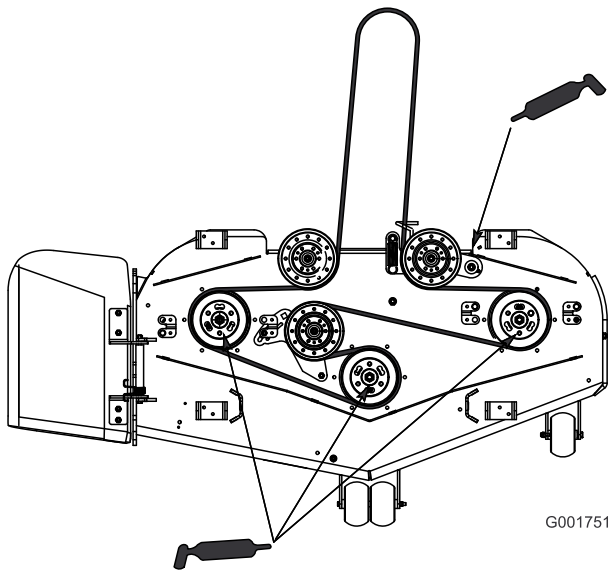

Figura 25
4. Engrase el pivote de la polea tensora (Figura 25).